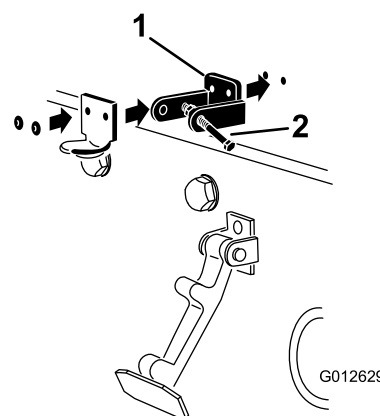

Рисунок 7
6. Приклепайте кронштейны и шайбы к капоту (Рисунок 7).